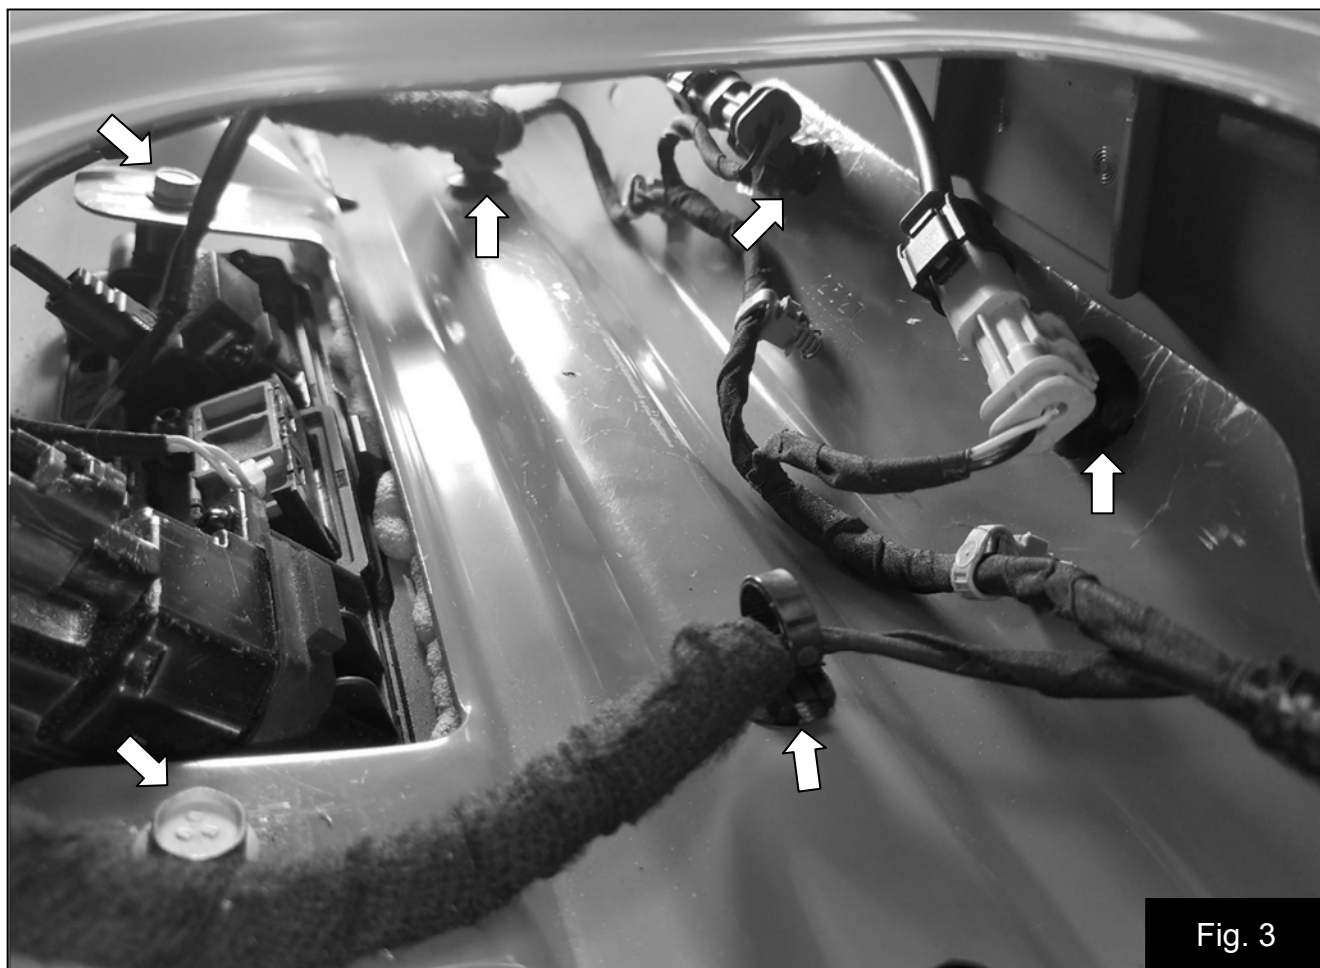

Fig. 3
4. Desserrez les deux boulons fixant la poignée du hayon. Fig. 3
5. Retirez les dispositifs de retenue des fils indiqués. Fig. 3